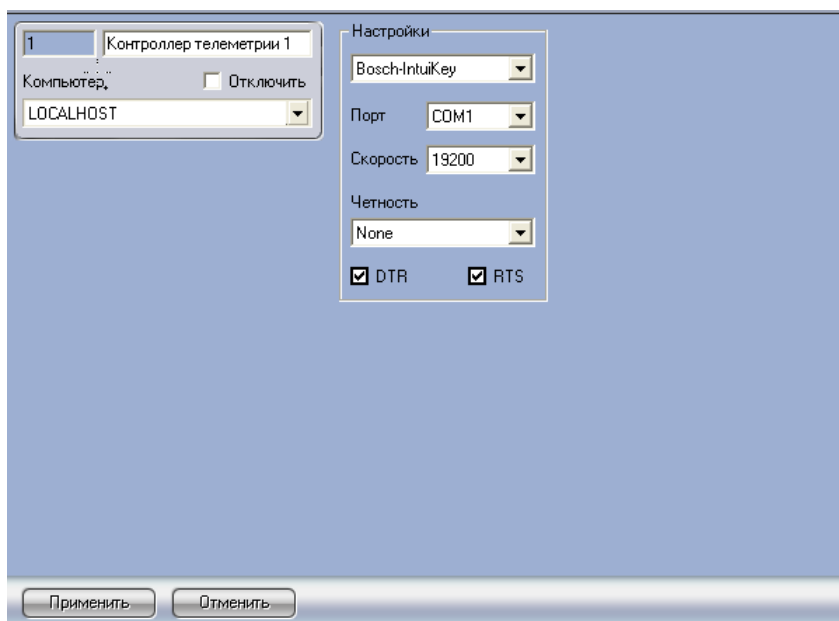

Рис. 3.4—7 Настройка объекта «Контроллер телеметрии» для работы с устройством «BOSCH 12с-KBD-Digital»
2. Настроить объект «Контроллер телеметрии» следующим образом (Рис. 3.4—7):